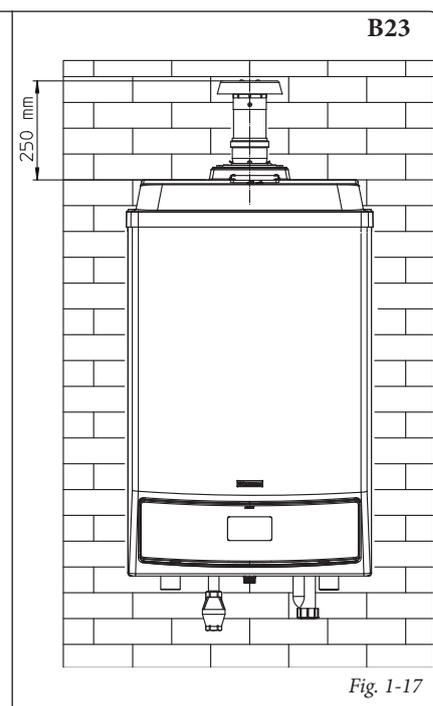

Fig. 1-17
Utilizzando il terminale verticale Ø 80 per lo scarico diretto dei prodotti della combustione, è necessario accorciare il terminale (vedi quote fig. 1-17), anche in questo caso occorre inserire il rosone (1) di tenuta portandolo a battuta sul coperchio della caldaia.